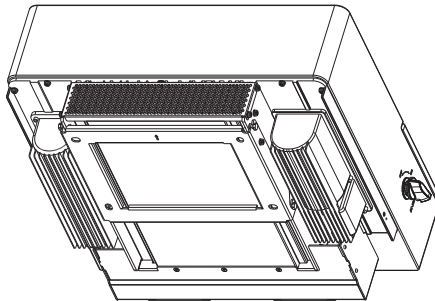

Bild 4.4 Fäste för väggmontering
2. Lyft upp växelriktaren (var försiktig så att du inte belastar kroppen) och rikta in bakre fästet på växelriktaren med den konvexa delen av monteringsfästet. Häng upp växelriktaren på monteringsfästet och kontrollera att växelriktaren sitter fast ordentligt (se bild 4.4).